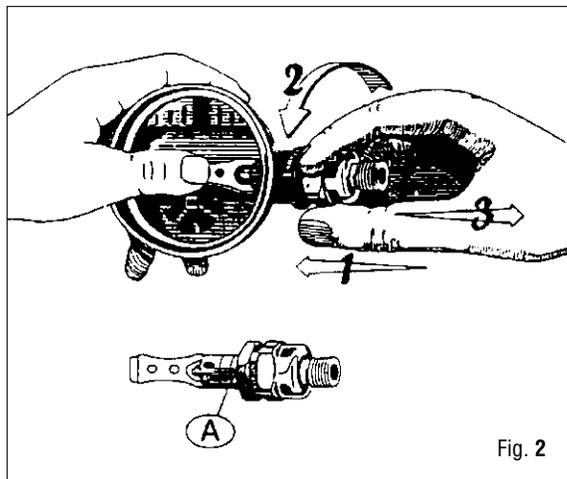

Fig. 2
14. Baje la leva de regulación (35). (Fig. 2)
15. Empuje la boca (Fig.2-A) hacia el interior de la caja de la Segunda etapa para liberar las inserciones de los asientos que bloquean la rotación. (Fig. 2)
16. Manteniendo la leva de regulación (35) baja, hacer rotar la boca 90° en sentido anti-horario. (Fig. 2)
17. Extraiga la boca (67) de la caja de la segunda etapa (32).
18. Usando la llave especial (B-12 o B-20) destornille la tuerca de regulación (33) quitando la arandela (34) y la leva de regulación (35).